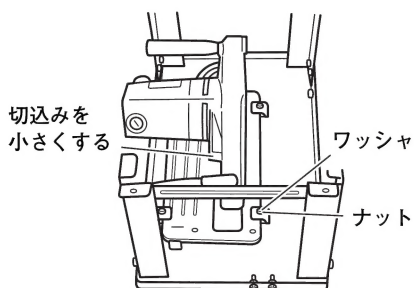

図 4
- (2) 付属のワッシャ 4 個をテーブル裏側より取付けネジに通し、ワッシャで丸のこのベースをはさむようにしてナットを締めます。(図 4)